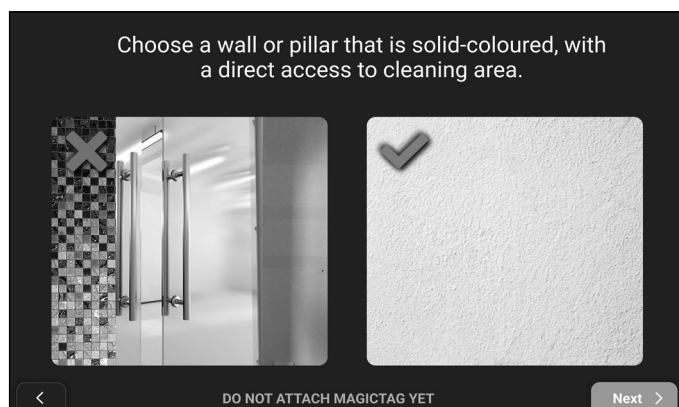

Figure 28
6. Choisissez un mur uni bien éclairé (**Fig. 28**). Évitez les surfaces sombres, réfléchissantes et métalliques. Assurez-vous que l'endroit que vous choisissez dispose d'un accès direct à la zone de nettoyage.
7. Après avoir choisi l'emplacement, appuyez sur « Suivant » (**Fig. 28**). Poussez le robot pour faire face au mur à l'endroit choisi. Assurez-vous que le robot est à ~30 cm du mur.